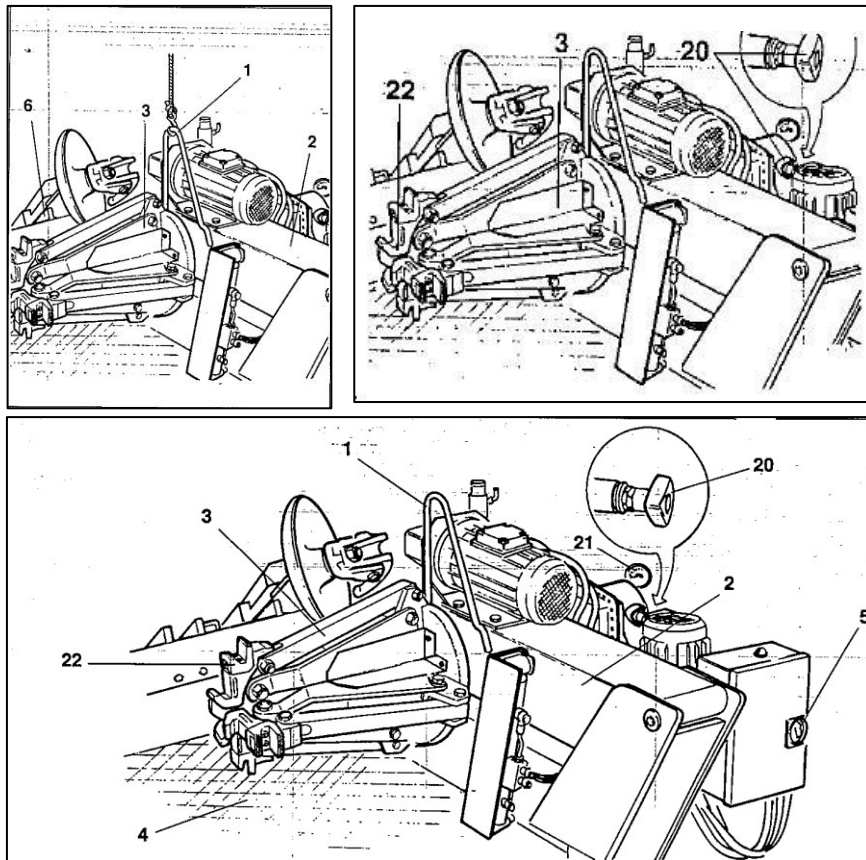

Fig. 3.1
Arbetarprodukten har en gaffel (1, fig. 3.1) som har placerats där avsiktligt för att flytta maskinen. Följ dessa instruktioner:
- 1) Sänk ner den vridbara hållarmen (2, fig. 3.1) helt.
- 2) Stäng chuckens käftar (3, fig. 3.1) helt.
- 3) För upp däckavtagardisken mot lyftfästet (1, fig. 3.1), ca 20 cm med armen (14, fig. 6.3) stängd i arbetsläge.